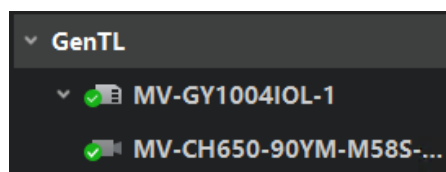
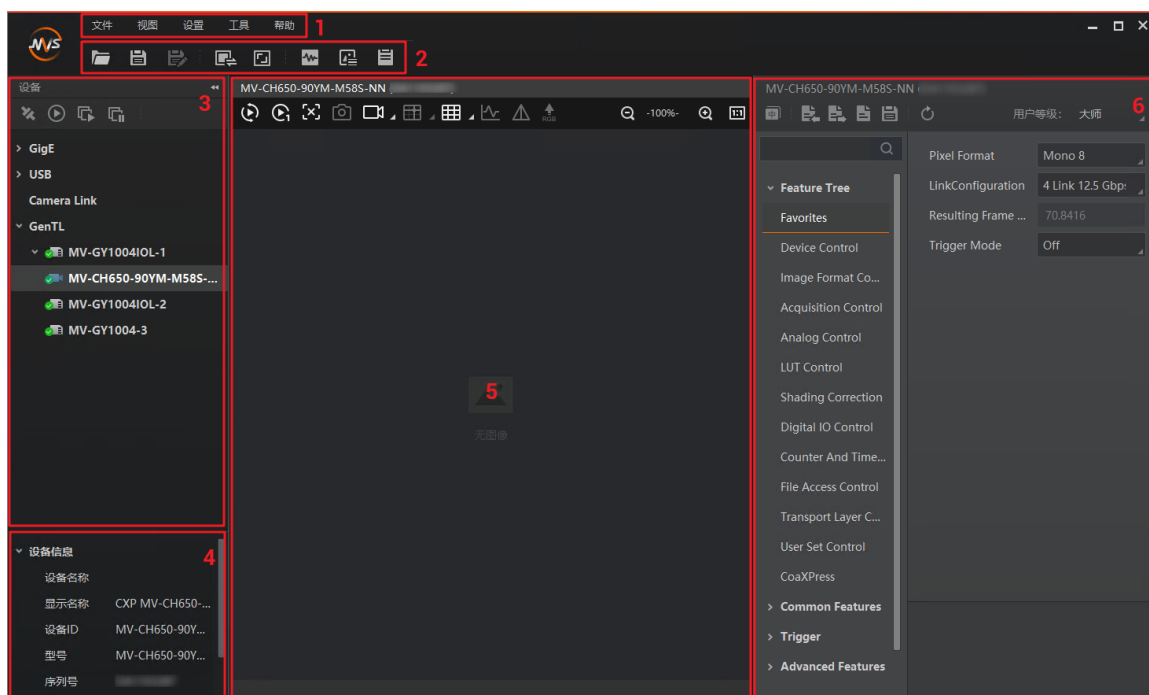

图6-7 枚举采集卡下的相机
图6-8 MVS 主界面
3. 单击  连接采集卡，客户端自动枚举并连接该采集卡下的 CoaXPress 工业相机，如图 6-7 所示，MVS 客户端界面如图 6-8 所示。